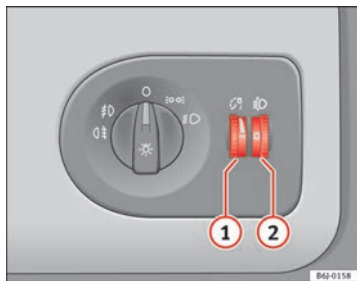

Fig. 53 Tablero de instrumentos: reguladores de la iluminación de instrumentos y mandos (1) y del alcance de los faros (2)
Con las luces encendidas se puede regular la intensidad de la luz de los instrumentos y mandos girando la ruedecilla moleteada ⇒ fig. 53 ①.